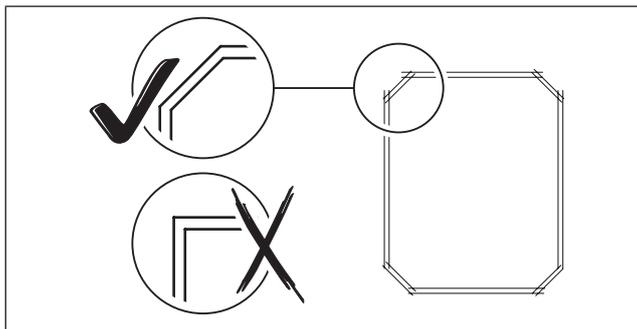

Abb. 2
- Verlegen Sie die Induktionsschleife 7 cm unter der Bodenoberfläche. Bei Pflastersteinen mit einer Stärke ≥ 10 cm müssen Sie das Material für das Verlegen in der genannten Tiefe anpassen. Alternativ können Sie die Induktionsschleife zwischen den Pflastersteinen in einer diagonalen Schrägfuge verlegen (Abb. 2).